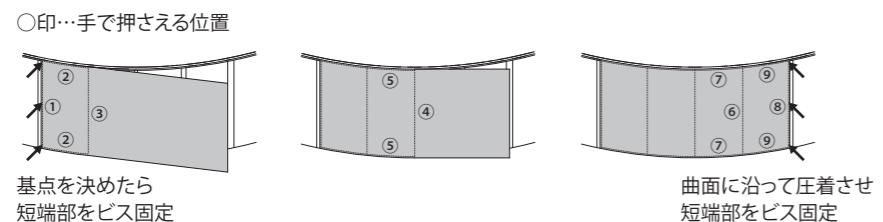

図9 貼り進める順番
②基点側の短端部ビス固定
- 図9の①②の位置をしっかりと壁面へ押さえながら、短端部へ3箇所以上ビス固定します。
③圧着固定
- 図9の様に(①～⑨の順に)曲面に沿わせて両面テープを圧着させながら、順番に固定していきます。
④端部ビス固定
- 図9の様に曲面に沿わせて圧着させながら曲げた後、基点の反対側の短端部を3箇所以上ビスで固定します。状況により、他の箇所にも適宜ビスによる固定を行って下さい。
- ※ビス固定について、上記②基点側の短端部ビス固定の注意事項を参照して下さい。
⑤パテ補修
⑥養生